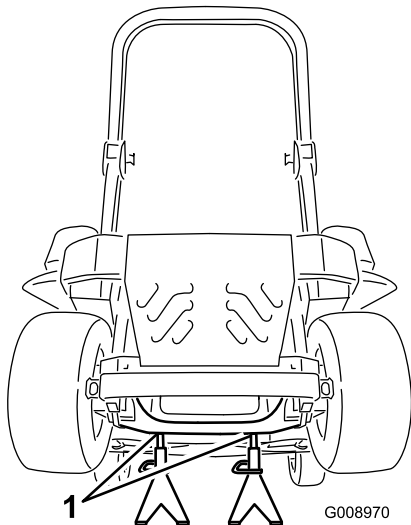

Bild 90
3. Heben Sie die Maschine an und stützen Sie sie mit Achsständern ab (**Bild 90**).
9. Entfernen Sie die Achsständer und senken Sie die Maschine ab (**Bild 90**).